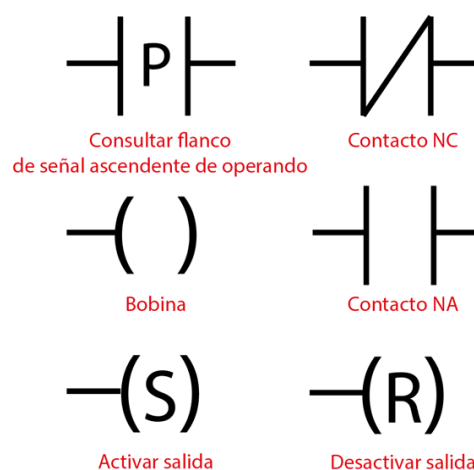

Ilustración 11: Instrucciones lógicas
- Las instrucciones lógicas posibles para utilizar pueden observarse en la Ilustración 11. Pudiéndose utilizar el número que se estime oportuno de cada una de ellas.